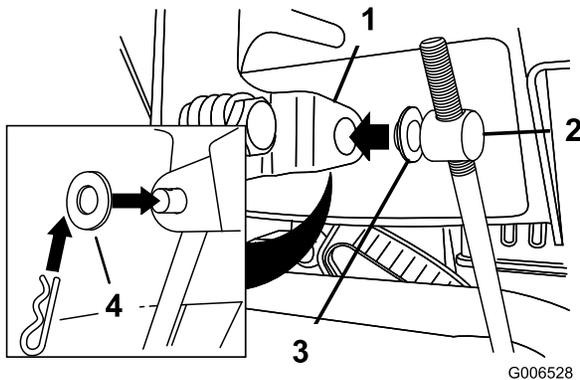

Figure 5
3. Placez une rondelle plate sur le tourillon (Figure 5).
6. Soulevez la tige de commande de vitesses et insérez le tourillon dans le trou du levier sélecteur de vitesses (Figure 5).
- B. Désaccouplez le tourillon du sélecteur de vitesses (Figure 5).
- C. Tournez le tourillon vers le bas (sens horaire) sur la tige de commande de vitesse (Figure 5).
- D. Accouplez le tourillon au sélecteur de vitesses (Figure 5).